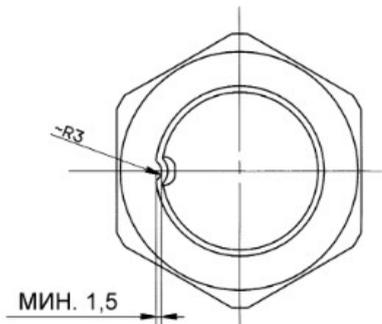

Рис. 6.18. Фиксация стопорной гайки
8. Выполнить протяжку гаек рулевых наконечников с моментом 6..8 кгс*м и гайки крепления сошки с моментом 31,6...33,7 кгс*м. Закернить стопорную гайку, как показано на Рис. 6.18.
13. При увеличенном зазоре от упорного болта 1 (рисунок 6.18) до балки (более 0,5...1 мм) (колеса ВТС стоят на